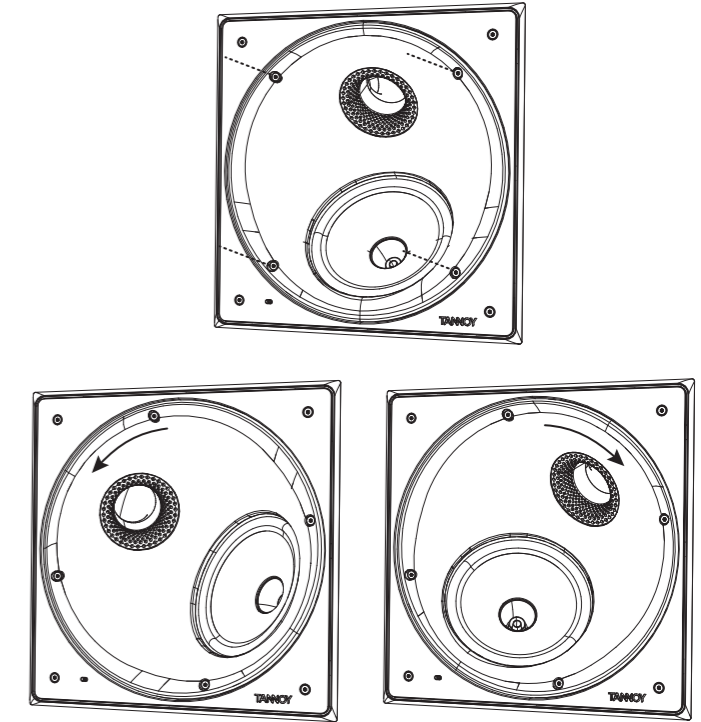

Fig. 9. Rotating the baffle assembly
2. Afloje los cuatro tornillos como se muestra, pero lo suficiente para permitir la rotación a la posición deseada (Fig. 9).